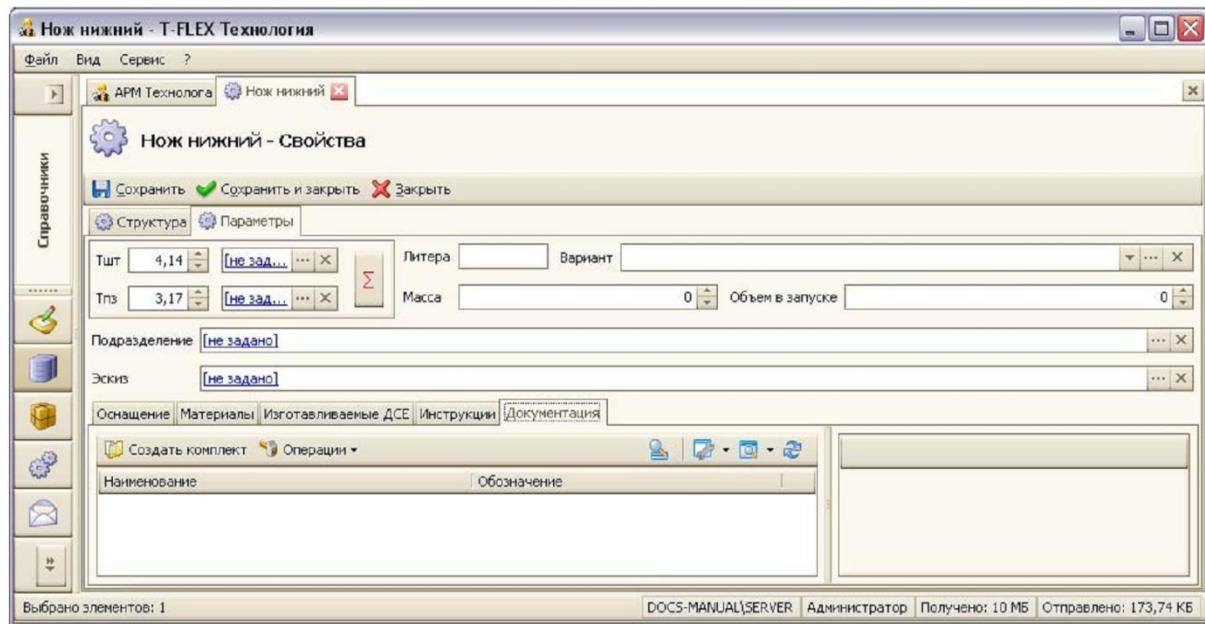

Рис. 83 Создание комплекта технологической документации из окна свойств технологического процесса
2. Перейти на закладку «Параметры», а затем «Документация», как показано на Рис. 83, и нажать на кнопку **Создать комплект**.